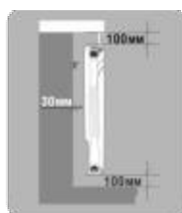

Рис. 1
- 4.3. Монтаж радиатора на стену. Для обеспечения максимальной теплоотдачи радиатора необходимо соблюдать монтажные расстояния, указанные на рис.1. Для монтажа радиаторов используйте 3 усиленных кронштейна (2 сверху и 1 снизу).